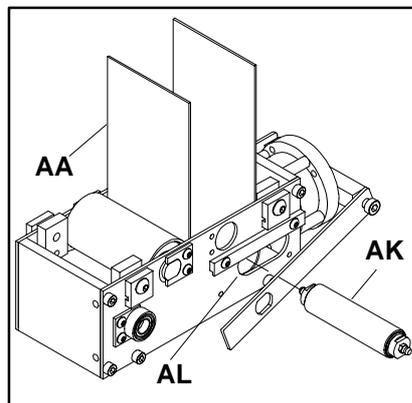

Figure 15
Retirez l'ensemble (AK de la figure 15) par le trou correspondant (AL) du module d'entraînement central.
Montez l'ensemble poulie de tension (AK de la figure 15) dans le module entraînement central en passant par l'orifice d'accès (AL).